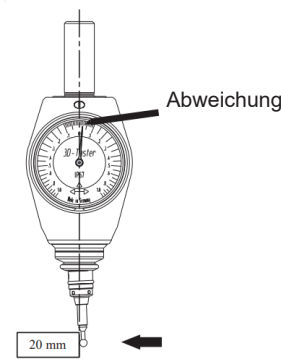

Abb. 7
- Lesen Sie die Abweichung zwischen dem Zeiger und der "0"-Skala des 3D-Testers ab (Abb. 7).